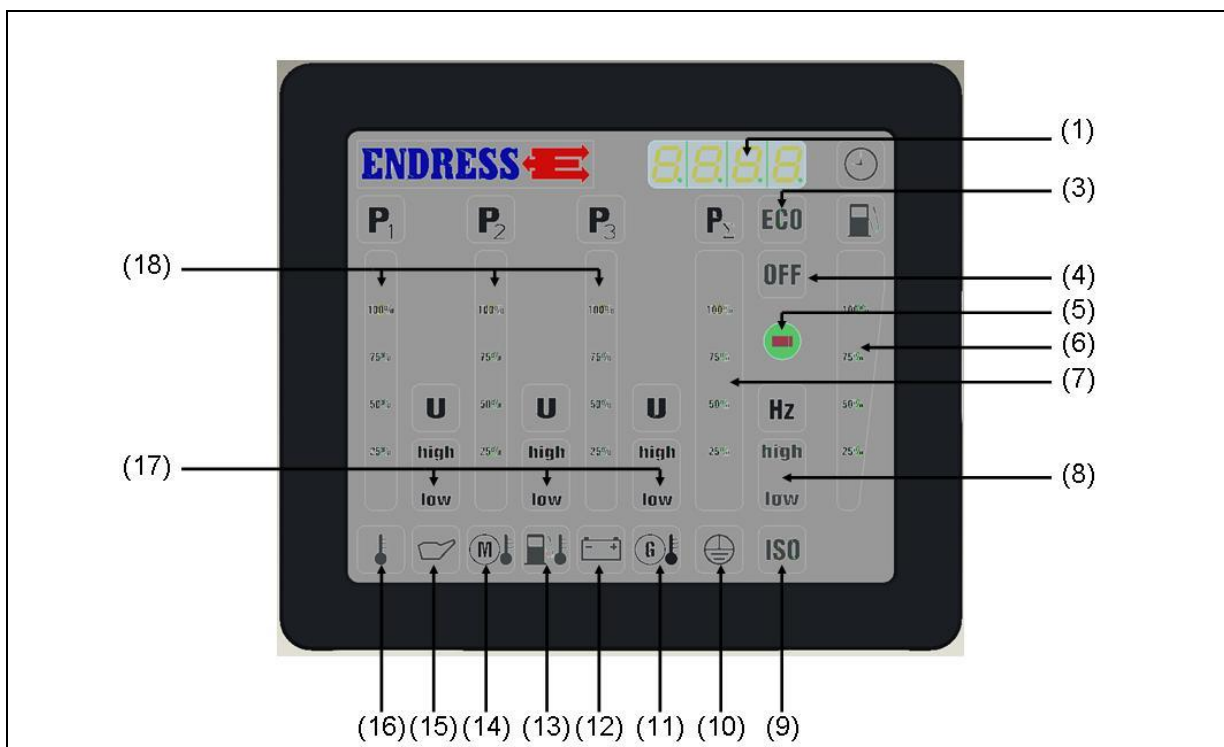

Abb. 4-5: Multifunktionsdisplay
Sobald der START-STOP-Schalter auf die Pos. „Betrieb“ gestellt wird, leuchten zur Kontrolle alle LEDs für ca. 2 Sekunden. Danach wird für ca. 30 Sekunden die normale Betriebsbeleuchtung angezeigt. Falls in dieser Zeit der Motor nicht gestartet wird, geht das E-MCS 4.0 in den Sleep-modus und die Anzeige erlischt. Um das E-MCS 4.0 wieder in den Betriebszustand bringen zu können, muss der START-STOP-Schalter zuerst wieder in Pos. „STOP“ gebracht werden. Die Anzeigintensität ist abhängig von der Umgebungshelligkeit (Sensor siehe Abb.4-5-(5)).
- Betriebsstunden:** Anzeige (siehe Abb. 4-5-(1)) ist bei laufendem Gerät oder für 30 Sekunden aktiv, wenn START-STOP-Schalter in Pos. „Betrieb“ steht.
- Umgebungstemperatur:** Leuchtet die Anzeige (siehe Abb. 4-5-(16)) bei laufendem Gerät rot, ist die Temperatur zu hoch und das Gerät sollte ausgeschaltet werden.
- Öldruck:** Leuchtet die Anzeige (siehe Abb. 4-5-(15)) bei laufendem Gerät rot, ist der Öldruck zu gering und das Gerät schaltet automatisch ab bzw. der Buzzer ertönt, dieser kann mit der Quittierungstaste quittiert werden.
- Motortemperatur:** Leuchtet die Anzeige (siehe Abb. 4-5-(14)) bei laufendem Gerät rot, ist die Motortemperatur zu hoch und das Gerät sollte ausgeschaltet werden.
- Kraftstofftemperatur:** Leuchtet die Anzeige (siehe Abb. 4-5-(13)) bei laufendem Gerät rot, ist die Kraftstofftemperatur zu hoch und das Gerät sollte ausgeschaltet werden.
- Batterieladekontrolle:** Leuchtet die Anzeige (siehe Abb. 4-5-(12)) rot ist die Ladefunktion der Lichtmaschine ausgefallen.
- Isolationsüberwachung:** Leuchtet die Anzeige (siehe Abb. 4-5-(9)) rot oder blinkt sie gelb, so liegt ein Isolationsfehler vor. (siehe Kap. 5.2 Isolationsüberwachung).
- Schutzleiterprüfung:** Leuchtet die Anzeige (siehe Abb. 4-5-(10)) während der Schutzleiterprüfung (siehe Kap. 4.7 Schutzleiterprüfung) grün so sind die Schutzleiter der angeschlossenen Geräte in Ordnung. Ist die Schutzleiterfunktion nicht gewährt, bleibt die Anzeige aus.
- Füllstand Kraftstofftank:** Die Anzeige (siehe Abb. 4-5-(6)) gibt einen ungefähren Richtwert über den Tankinhalt.
- Frequenz:** Leuchtet die Anzeige (siehe Abb. 4-5-(8)) grün, befindet sich die Frequenz im korrekten Bereich (47,5-52,5 Hz).
**Phasen L1-L2-L3:** Für die einzelnen Phasen L1 bis L3 (*siehe Abb. 4-5-(18)*) wird jeweils einzeln angezeigt:
Spannung (U) (*siehe Abb. 4-5-(17)*):
Belastung (P) (*siehe Abb. 4-5-(18)*):
**Relative Belastungsanzeige:** Belastung ( $P_{\Sigma}$ ) (*siehe Abb. 4-5-(7)*)
**NOT-AUS-Taster:** Leuchtet das Symbol „OFF“ (*siehe Abb. 4-5-(4)*) rot und der Buzzer ertönt, wurde der NOT-AUS-Taster gedrückt. Der Buzzer kann mithilfe der Quittierungstaste quittiert werden.
- ✓ Das Symbol am Display (siehe Abb. 4-5-(9)) und die Hupe zeigen das Ergebnis an:
Gehen Sie folgendermaßen vor, wenn im laufenden Betrieb ein Isolationsfehler angezeigt wird. Das Symbol im Display (siehe Abb. 4-5-(9)) und die Hupe können folgende Signale anzeigen: